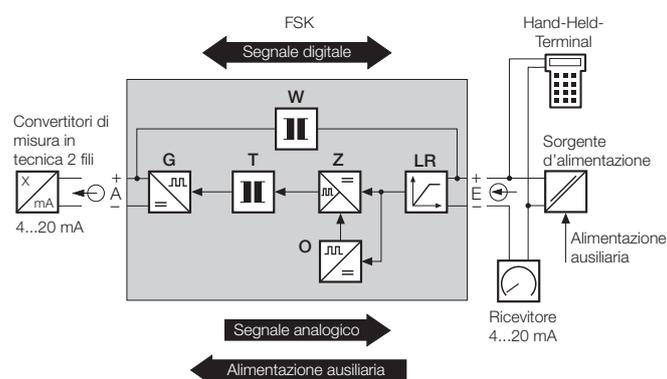

Fig. 3. Schema funzionale.
Il separazione galvanico è composto dalle seguenti sezioni: regolatore trasversale (LR), ondulatore (Z), stadio di separazione (T), raddrizzatore (G), oscillatore (O) ed il trasformatore (W) (vedere Fig. 3). (E) significa segnale d'ingresso ed (A) segnale d'uscita. Nel caso della figura, il senso dell'alimentazione ausiliaria fissa il lato dell'ingresso.
L'alimentazione ausiliaria può provenire da un ricevitore **attivo** (indicatore, registratore, segnalatore di soglie, regolatore **con** sorgente d'alimentazione ausiliaria per convertitore in tecnica 2 fili, SPS, PLC, automa programmabile, ecc.) o da una sorgente d'alimentazione in serie con un ricevitore **passivo** (vedere Fig. 3).